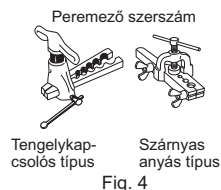
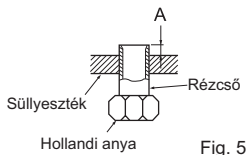

Fig. 4
Fig. 5
- 5) Dugja be teljesen az elvezető tömlőt a lefolyótálcába a beltéri egység hátulján jobb oldalt. (Fig. 4)
- 6) Fűzze át az elvezető tömlőt a falfuratperselyen (C), majd akassza fel a beltéri egység felső részét a szerelőlapra (1). Ezután tolja el balra a teljes beltéri egységet, hogy az egység hátuljánál könnyebben elhelyezhesse a csöveket.
- 7) Vágjon ki egy darab kartont a csomagolásból, csavarja henger alakúra, és a hátsó bordába beakasztva támasz-sza ki vele a beltéri egységet. (Fig. 5)
- 8) Csatlakoztassa össze a hűtőközegcsövet a hosszabbító csővel (B).
- 9) Nyomja rá a beltéri egység alsó részét a szerelőlapra (1).
- 4) Peremezés (Fig. 4, 5). Tartsa meg szilárdan a rézcsövet a táblázatban jelzett méretnél. Válassza ki az A mm értéket a táblázatból a szerszám szerint, amit használ.